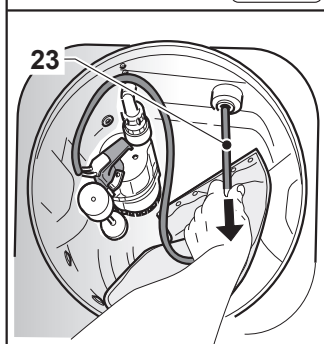

Fig. 15
- Dall'interno del serbatoio, tirare il cavo (23 Fig. 15) fino a collocare la spina di alimentazione pompa di evacuazione nella sua sede (24 Fig. 15).